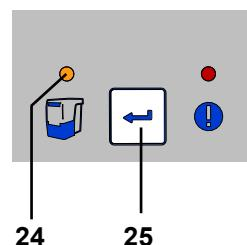

рис. 11
- ⇒ Нажмите кнопку «Ввод» (25) (счётчик для регистрации интервала времени сбрасывается).
- ◆ Индикатор «Контейнер для сбора пыли» (24) гаснет.
**В случае если контейнер для сбора пыли не был опорожнён, индикатор «Контейнер для сбора пыли» (24, рис. 11) продолжает светиться дальше. После выключения / включения прибора 3-х разовый звуковой сигнал вновь напоминает о необходимости опорожнить контейнер для сбора пыли.**